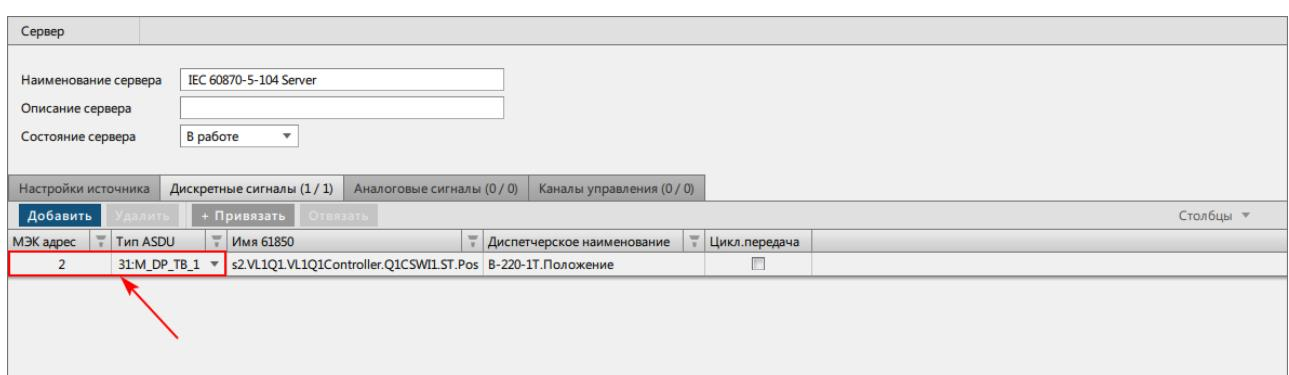

Рисунок 192 - Область для изменений значений
9. Отредактируйте значения **МЭК адрес** и **Тип ASDU** в соответствии с данными на устройстве нижнего уровня (Рисунок 192).